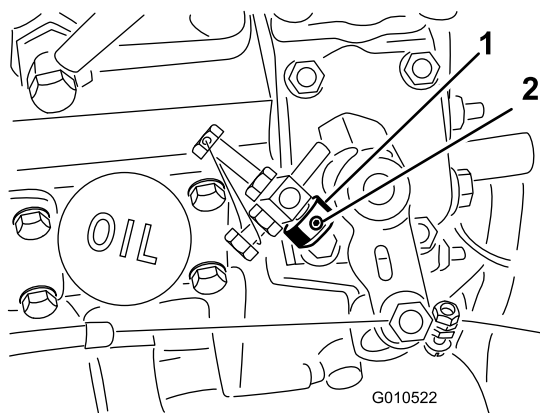

Figura 5
1. Desaperte o parafuso no travão do regulador (Figura 5).
2. Deslize o travão do regulador para o parafuso de travão de ralenti alto (Figura 5). A extremidade angulada do travão do regulador deve ser posicionada virada para fora.